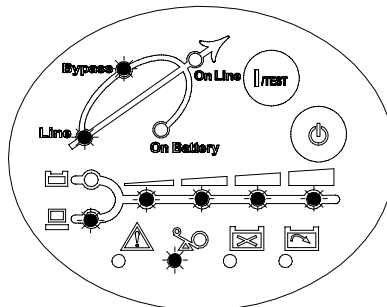

图 4-5 过载 UPS 跳旁路
- **过载**：若负载超过 UPS 额定容量，几秒钟后，过载指示灯 LED 亮，蜂鸣器向用户连续发出告警，用户应该移除一些次要负载，以解除过载状况。见图 4-5。